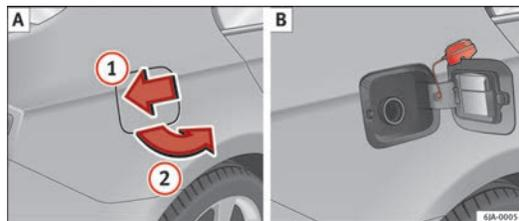

Fig. 115 Lato posteriore destro del veicolo: sportellino del serbatoio/sportellino del serbatoio con il tappo svitato
Su un adesivo apposto nella parte interna dello sportellino del serbatoio è indicato il tipo di carburante adatto al veicolo, le dimensioni e la pressione di gonfiaggio dei pneumatici. → fig. 115 [B].
Nella parte interna dello sportellino del serbatoio è situato il raschietto → fig. 115 [B] per rimuovere la neve e il ghiaccio dai finestrini e dagli specchietti → pagina 173, Vetri dei finestrini e degli specchietti retrovisori esterni.
- Premere sullo sportellino del serbatoio nella direzione indicata dalla freccia ① ⇒ fig. 115.
- Aprire lo sportello nella direzione indicata dalla freccia ②.
- Svitare verso sinistra il coperchio del serbatoio e porlo sopra lo sportellino del carburante ⇒ fig. 115 [B].